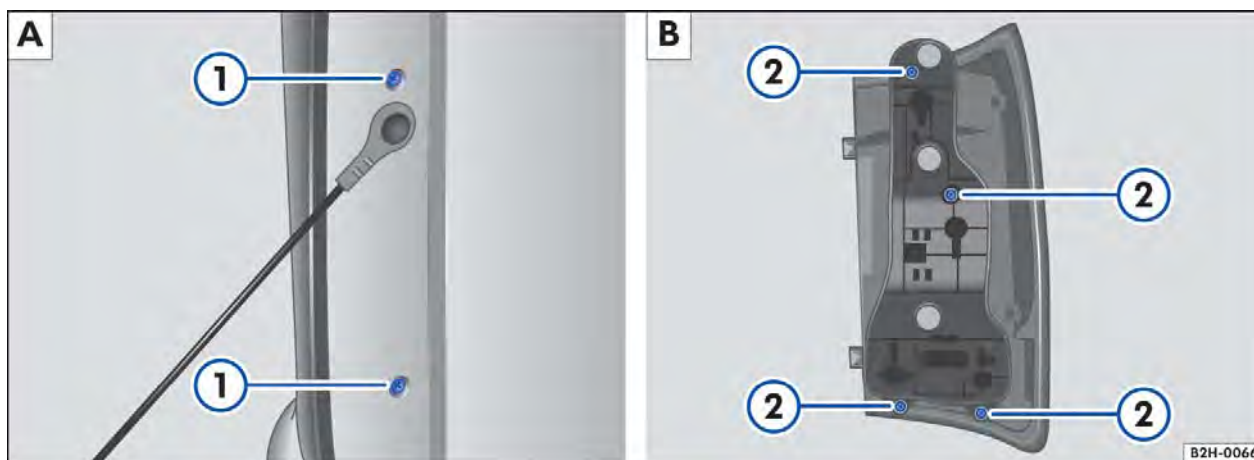

Fig. 173 A: lateralmente no compartimento de carga: desinstalar a lanterna traseira. B: soltar o suporte da lâmpada.
3. Desaparafusar os 2 parafusos Phillips ⇒ Fig. 173 ① com a chave de fenda das ferramentas de bordo.